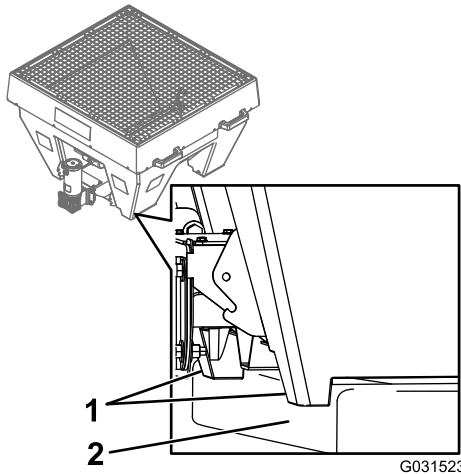

Bild 5
- Schieben Sie den Streuer zur Fahrzeugkabine, bis der Anschlagfuß die Ladepritsche des Nutzfahrzeugs berührt (Bild 5).